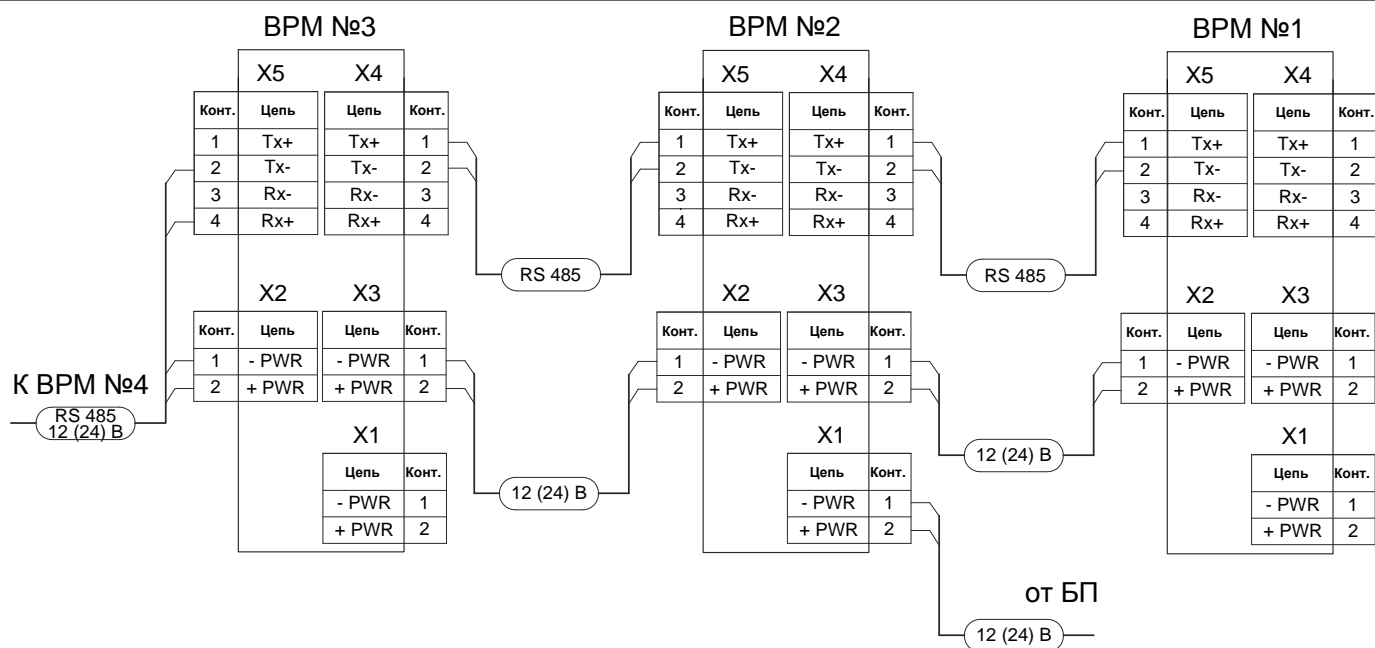

Рисунок 5.2 – Типовая схема подключения Радиомодулей выносных «BPM» одной зоны (цепи)
- проверить схему подключений (рис. 5.2);
Типовая схема подключения Радиомодулей «ВРМ» одной цепи (зоны) представлена на рис. 5.2.